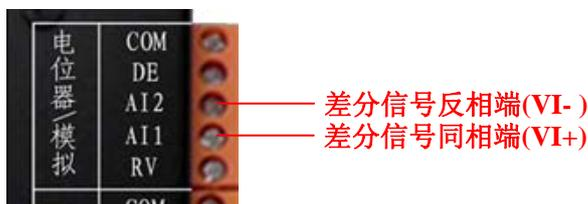

图 2.17 差分信号接线方法
-5V~+5V差分信号调速(如何配置调速方式见2.1.4小节)的接法如图 2.17所示。其中, DE为使能信号, 可接, 也可不接; DE与COM接一起时, 电机停转。AI1 和AI2 分别为-5V~5V差分模拟信号同相端和反相同, 用于电机调速; 当AI1-AI2>0 时电机正转; AI1-AI2<0 时电机反转; AI1=AI2 时, 电机停转。